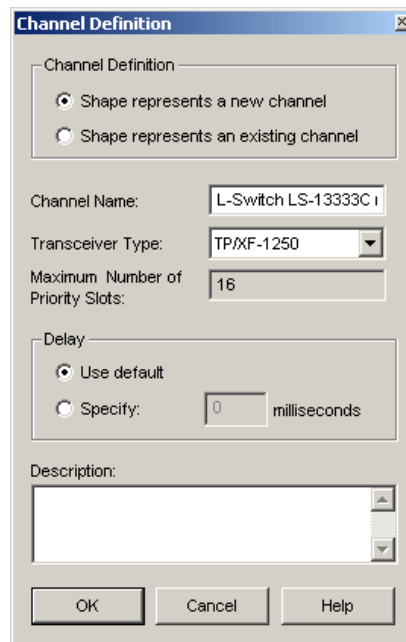

Abbildung 2: Dialog zum Anlegen eines neuen Kanals
2. Wenn Sie LonMaker 3.13 verwenden erscheint daraufhin ein Dialogfenster für das Anlegen eines neuen Kanals. Dieser Kanal (z.B. namens „L-Switch LS-13333C (Router)“) repräsentiert den internen Backbone der L-Switch-Einheit. **Vergewissern Sie sich, dass die Auswahl im Feld „Channel Definition“ auf „Shape represents a new channel“ gesetzt ist!** Klicken sie auf „OK“ (siehe Abbildung 2). Bitte beachten Sie, dass beim Hinzufügen einer zweiten L-Switch Einheit „Shape represents a new channel“ explizit angewählt werden muss! Weiters wird der interne Backbone-Kanal „L-Switch LS-13333C (Router) 1“ benannt. **Dieser Schritt entfällt wenn Sie LonMaker TE verwenden!**